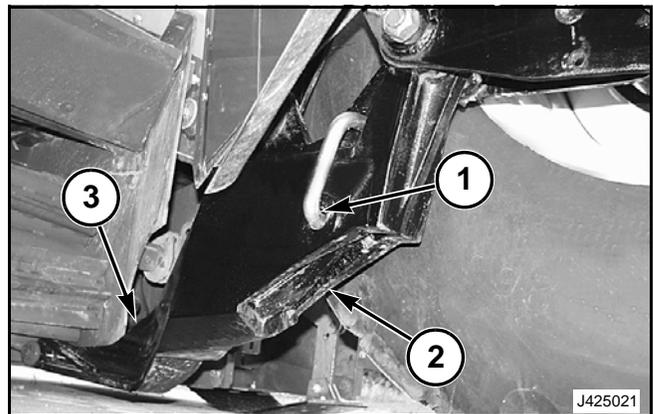

FIG. 22
FIG. 22: Quite los pasadores de traba de los pasadores de retención (1). Quite los pasadores de retención de los orificios situados en los sujetadores del brazo de levantamiento (2) y en los brazos de levantamiento del cabezal (3).